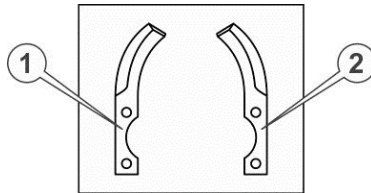

Рисунок 5.6. Правий та лівий ножі
3. Взяти з комплекту ґрунтофрези по одному лівому і правому ножу (див. рис. 5.6).